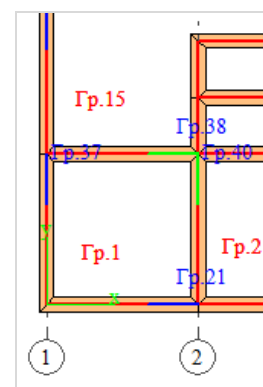

Рис. 10.6.3.
- Выделите Гр.38 и Гр.40, при этом отмеченные участки простенков будут окрашены в зеленый цвет (рис. 10.6.3).